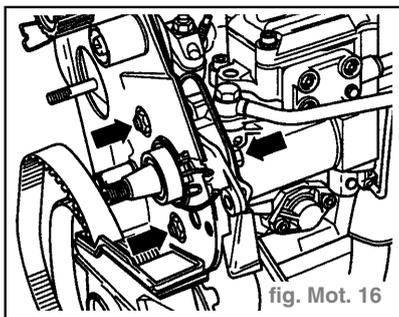

fig. Mot. 16
- Dévisser les vis de fixation de la console (flèches). (fig. Mot. 16)